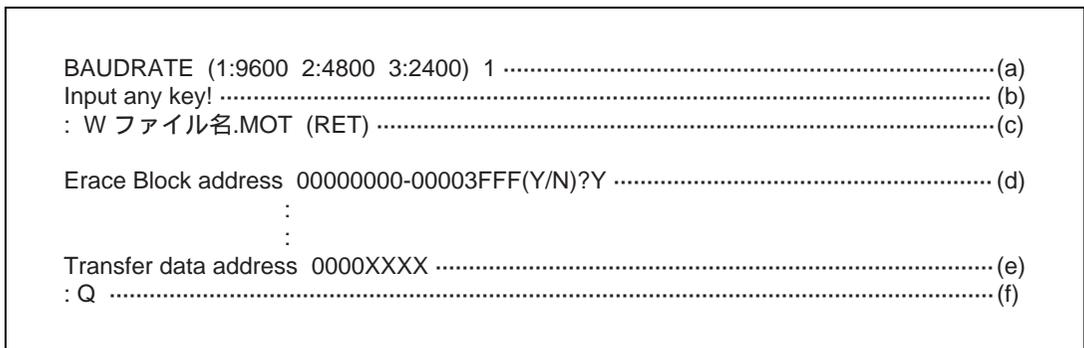

図 4.14 ユーザ・プログラム・モードでの PC I/F ソフト操作説明(2)
- (6) ホストマシン上でPC I/Fソフトを操作します。図4.14にユーザ・プログラム・モードでのPC I/Fソフト操作説明(2)を示します。